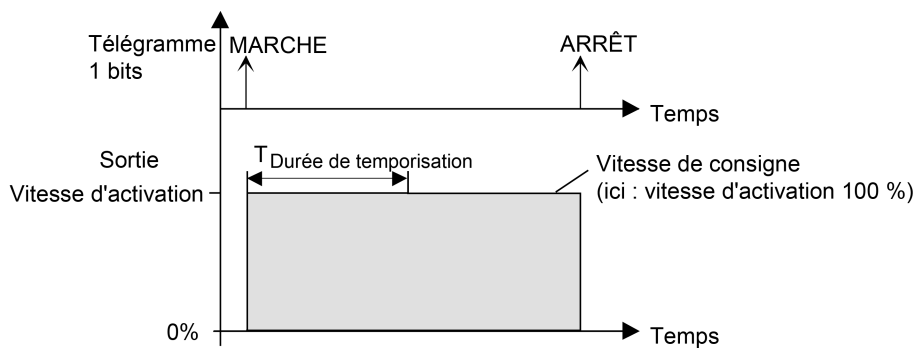
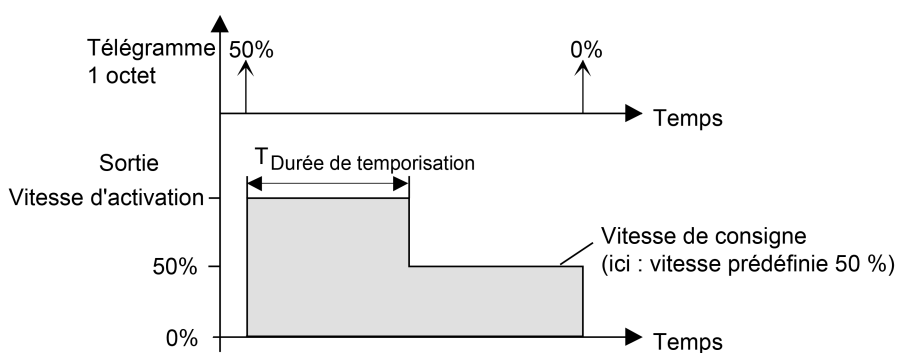

Figure 40: Vitesse d'activation et vitesse de consigne pour les commandes de commutation
Figure 41: Vitesse d'activation et vitesse de consigne pour les commandes de valeur
**i** Vitesse de consigne : la vitesse de consigne résulte directement des commandes de commutation par télégrammes de commutation ou grâce à la commande manuelle. La vitesse de consigne correspond alors à la vitesse d'activation (figure 40). Alternativement, la vitesse de consigne est immédiatement définie par des télégrammes sur l'objet de vitesse ou par vitesses prédéfinies de la fonction de scènes ou des fonctions de blocage et de position forcée (figure 41).